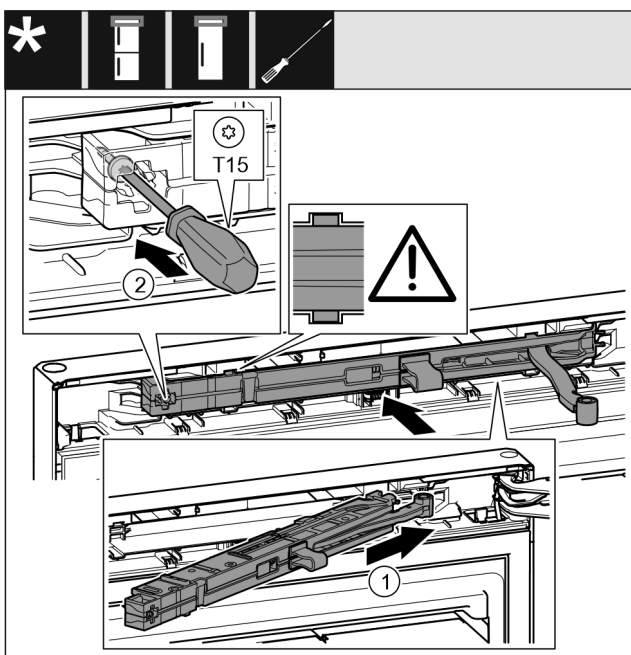

Fig. 47
- ▶ Schließdämpfereinheit auf der Lagerbockseite bis zum Anschlag schräg in die Aussparung einschieben. *Fig. 47 (1)*
- ▶ Schraube mit einem Schraubendreher T15 festschrauben. *Fig. 47 (2)*